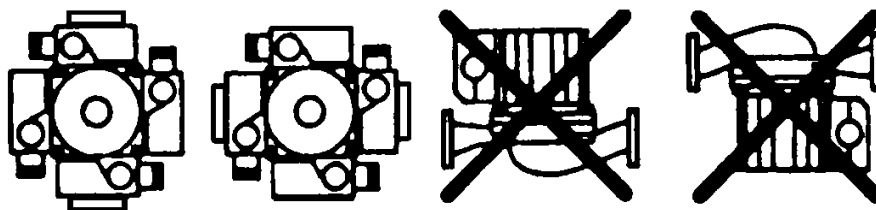

Рис. 1
- Монтаж производить без механических напряжений и только с горизонтальным расположением вала насоса; положение установки соблюдать, как указано на рис. 1.